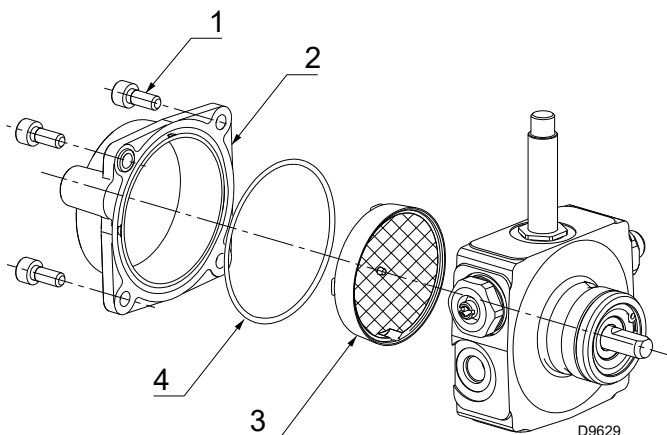

Abb. 8
- Lösen Sie mit einem Inbusschlüssel zu 4 mm die Schrauben 1) (Abb. 8), mit denen der Deckel 2) befestigt ist.